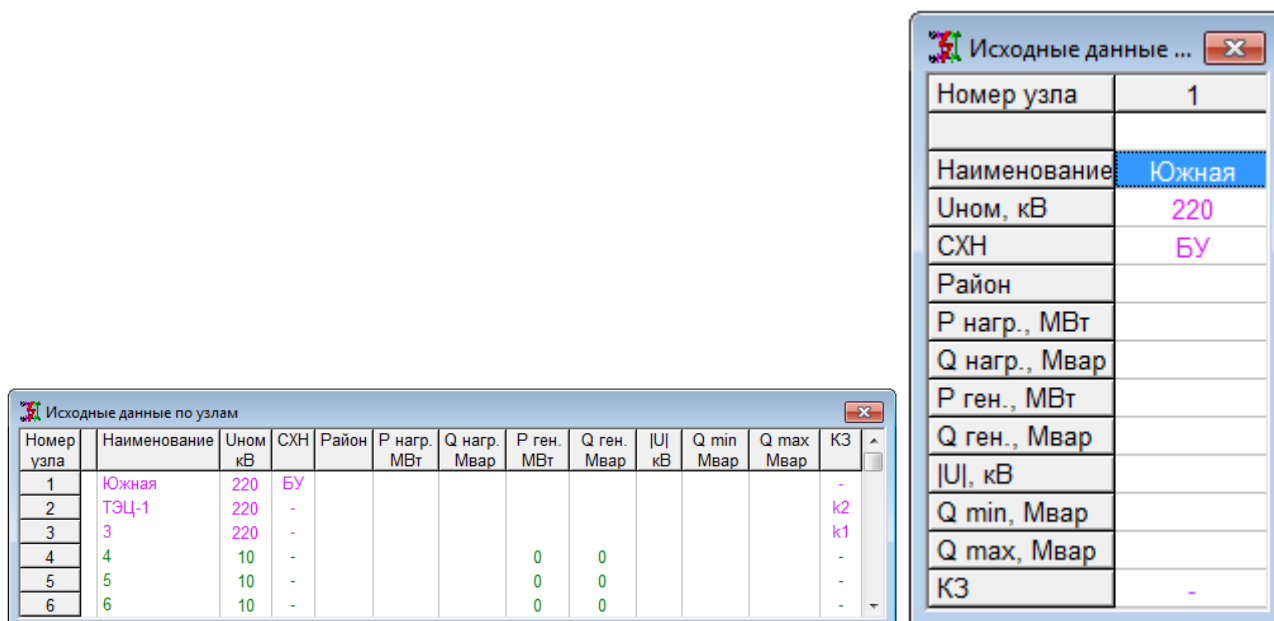

Рис. 86 Таблица узлов
**Отметить все узлы** – по этой команде все узлы будут отмечены признаком  $\checkmark$  во втором столбце таблиц Рис. 86. Если нужны в отчет не все строки таблицы, то для ненужных строк следует снять отметку мышью.
таблица сама по себе не требует заполнения. Она содержит выборку узлов, к которым подключена система или которые отмечены как балансирующие (собственно для расчета УР это одно и то же, отличается только внешним изображением, см. Рис. 86, значимо для ТКЗ)
В этой таблице можно редактировать только два поля: модуль напряжения ( $|U|$ ) и угол напряжения. Номер и наименование узла редактируются в таблице узлов (Рис. 86), а поле «Система», отображающее обозначение системы, в таблице Рис. 93.